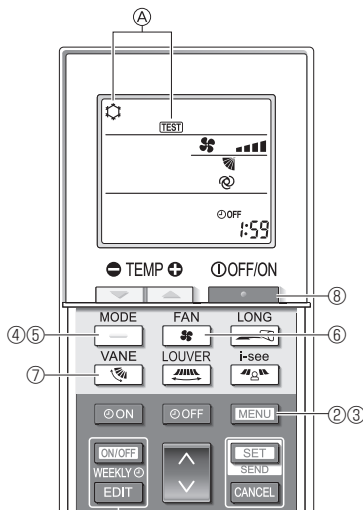

Fig. 7-5
- Premere il pulsante **MENU** per 5 secondi. (Fig. 7-5) (Effettuare questa operazione quando il display del controller remoto è spento).
- Premere il pulsante **MENU**. Vengono visualizzati **A** [TEST] e il modo operativo in corso. (Fig. 7-5)